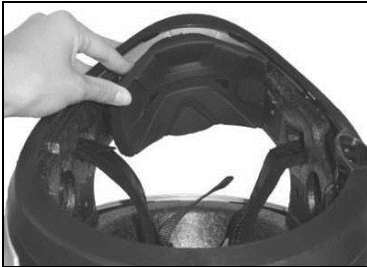

Fig. 18
- Insérer la mentonnière (côté microphone) en plaçant délicatement le microphone dans son logement. Appuyer ensuite en correspondance de la bandelette rouge jusqu'au blocage de la mentonnière dans le casque (Fig. 18).